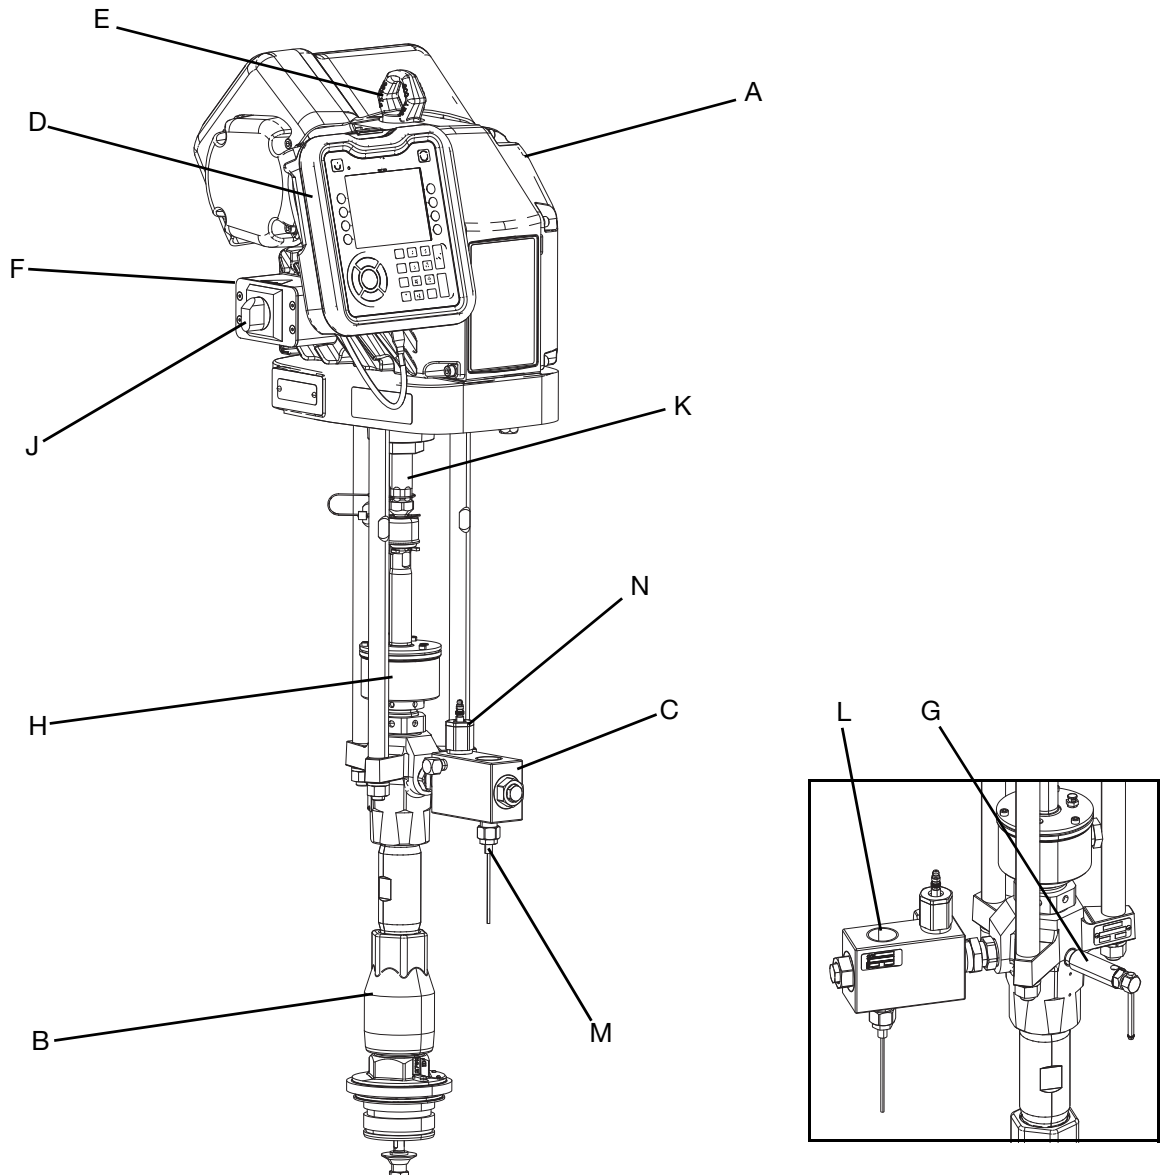

FIG. 1: E-Flo SP-komponenter
Fäst en kedja eller krok på rätt lyftpunkt. Lyft av enheten från pallen med hjälp av en lyftkran eller gaffeltruck. Se lyftöglan (E) i **Fig. 1** på sidan **7**.